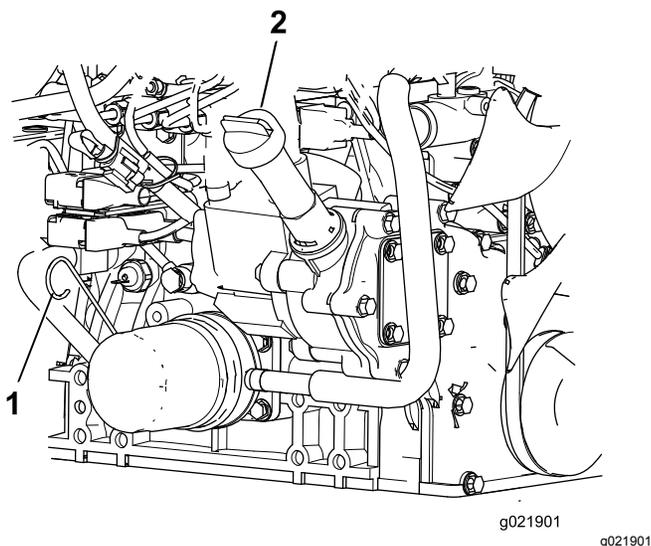

Рисунок 82
3. Извлеките масломерный щуп, протрите его, вставьте в трубку и снова извлеките. Уровень масла должен находиться между отметками FULL (Полный) и ADD (Добавить) (Рисунок 82).
4. Если уровень масла низкий, снимите крышку заливной горловины и добавляйте масло до тех пор, пока его уровень не будет находиться между отметками FULL (Полный) и ADD (ДОБАВИТЬ) (Рисунок 82).